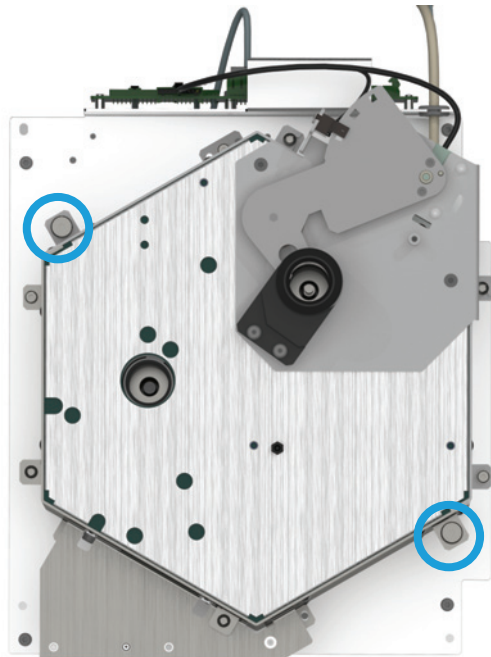

図 13. オープン上部アセンブリのつまみネジを緩める
- b 2個の T-20 トルクス固定つまみネジを完全に緩めます (図 13)。